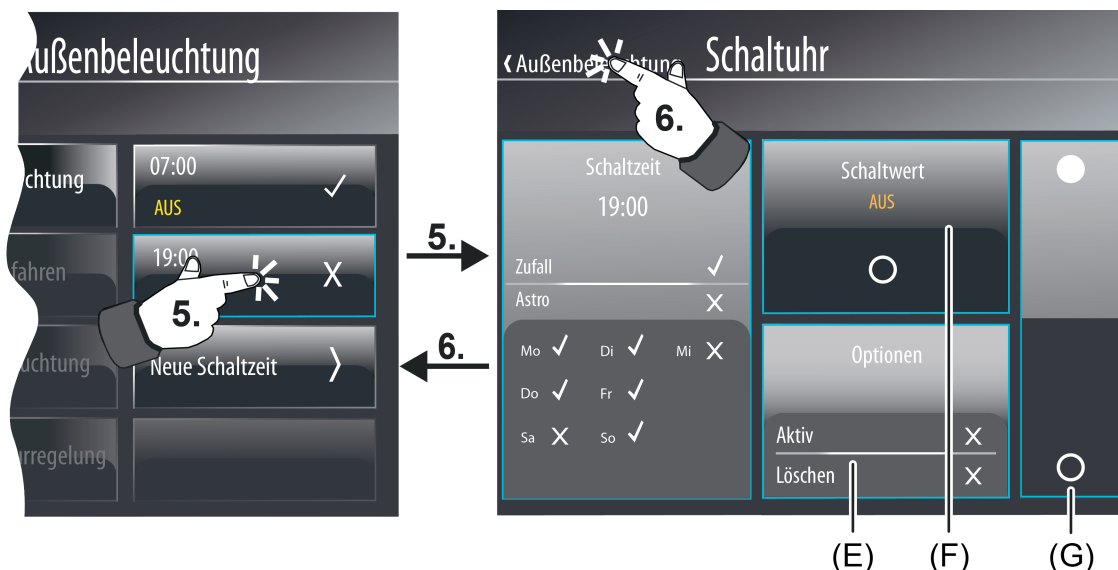

Bild 86: Beispiel einer Konfigurationsseite für Schaltzeiten (rechts) - Datentyp Schaltuhrkanal "Schalten"
Beim Datentyp "Schalten" (Bild 86) ist beispielsweise ein Anzeigebereich mit Statustext und -symbol (F) sichtbar und ein Bedienbereich (G) zur Vorgabe des Schaltbefehls durch eine Wippe. Bei den Datentypen "Szene" oder "Betriebsmodusumschaltung" werden Status- und Bedienelemente sinngemäß gleich zur Anzeige gebracht.